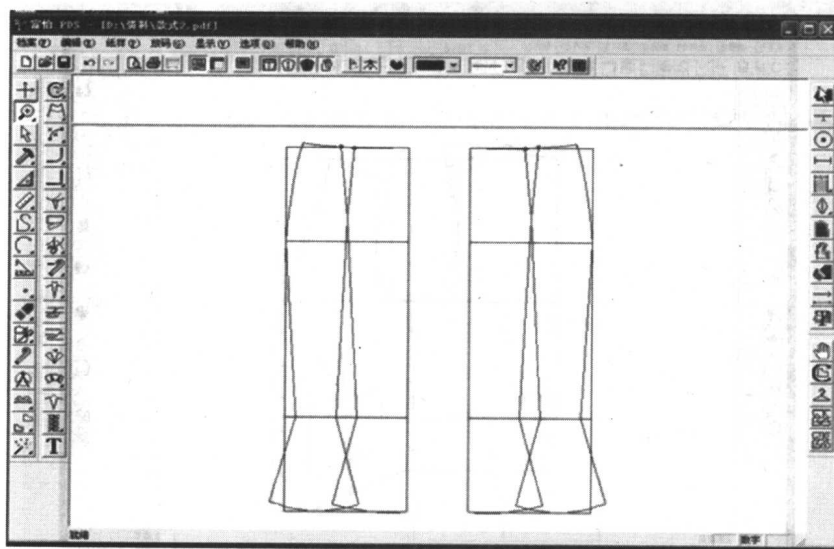

图 1-3-1
1. 打开素材文件 pds1-3, 如图 1-3-1 所示。